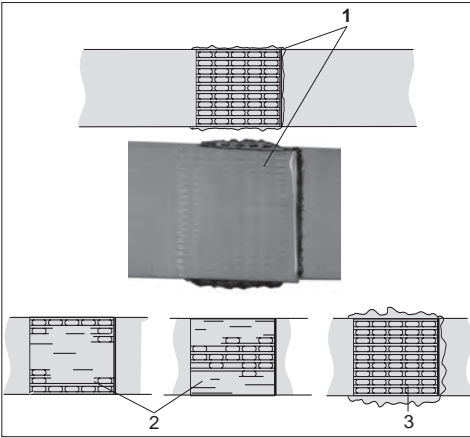

Fig. 9
- Check appearance of seal (see fig. 9) after each strapping. If the straps are poorly welded, **check the welding time setting (refer to chapter 5.7).**
- Compruebe la apariencia de soldadura (ver fig. 9) después de cada fleje. **Si la calidad del soldado no es satisfactoria: Revise el tiempo de soldadura (ver capítulo 5.7).**
- Vérifier après chaque clergage l'aspect du sertissage (voir fig. 9). En cas de bandes mal soudées: **vérifier le réglage de la durée de soudure (voir chapitre 5.7).**